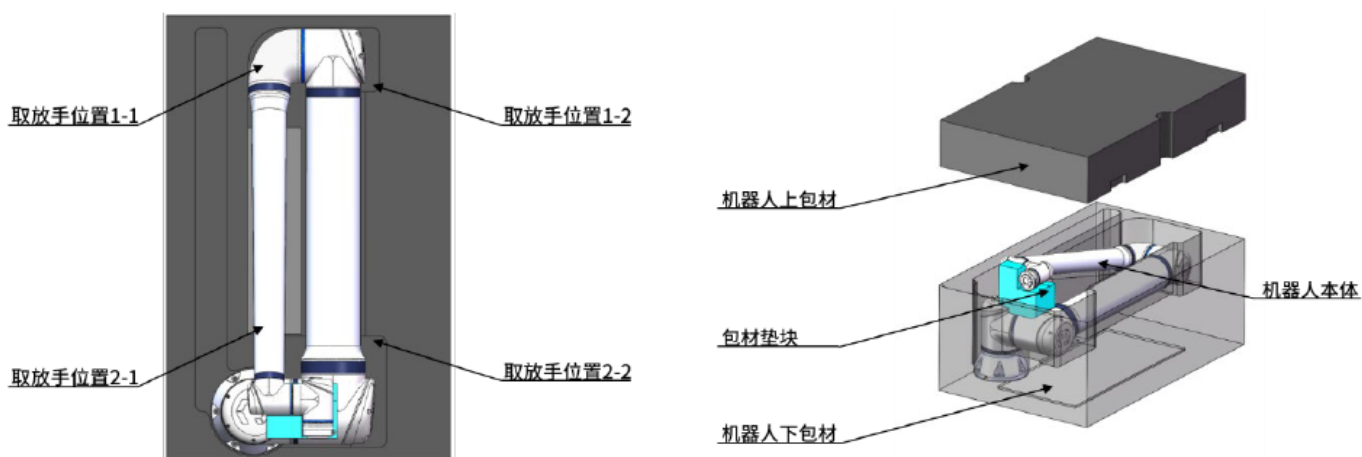

图 6-1: 机器人打包图
- CS520H 机器人的打包姿态角度是：(A1: 135°、A2: -180°、A3: 165°、A4: 15°、A5: 0°)，如图 6-1所示；